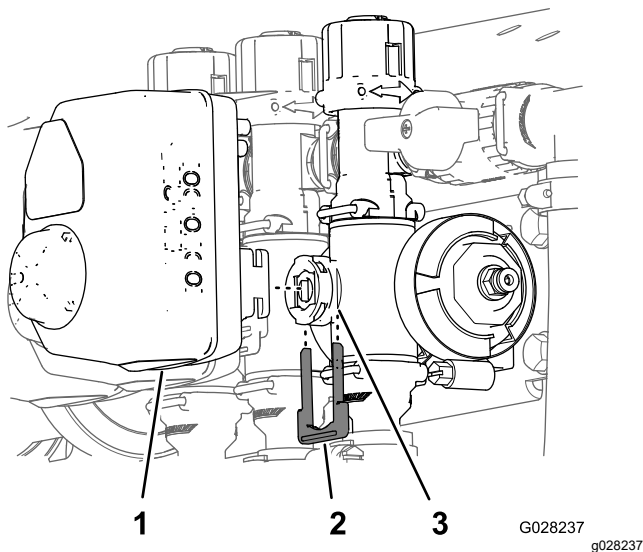

Figura 66
3. Îndepărtați opritorul care fixează dispozitivul de acionare la supapa colectorului pentru controlul ratei, agitării, seciunii principale sau supapa seciunii (Figura 66).